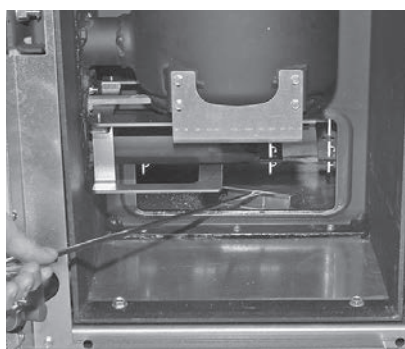

Fig. 42 Éliminer les cendres en dessous de la surface d'échange dans le cendrier ¹
- ▶ Éliminer les cendres en dessous de la surface d'échange à l'aide du grattoir ¹ dans le tiroir à cendres ¹ – Fig. 42.